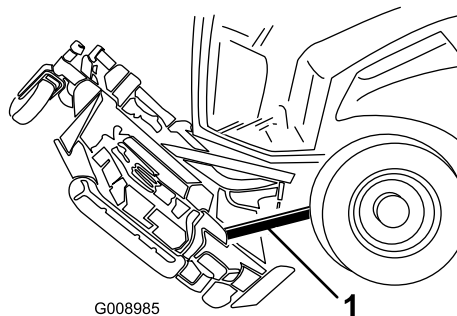

Figure 104
6. Placez une cale en bois entre l'arrière du plateau et la machine (Figure 104).